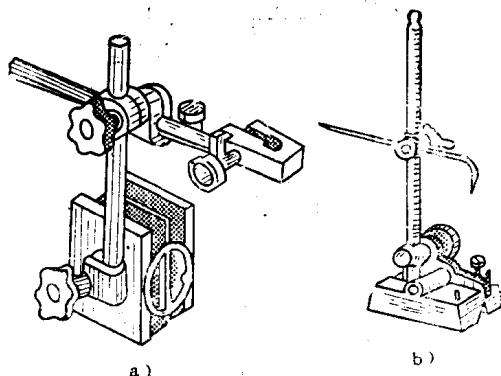
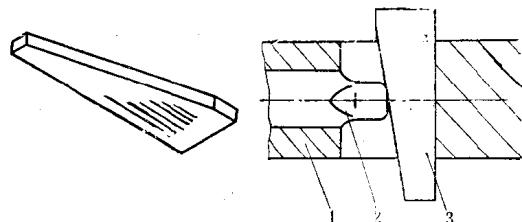

图1-16 磁性表座和划线盘
图1-17 楔铁块
(1) 一般工具 有锤子、螺钉旋具、活扳手、呆扳手、整体扳手、内六角扳手、磁性表座和划线盘（见图1-16）等。卸下镗削工具用的楔铁块，见图1-17。
(2) 装夹工具 在镗床上安装和装夹工件，一般都使用通用的装夹工具。